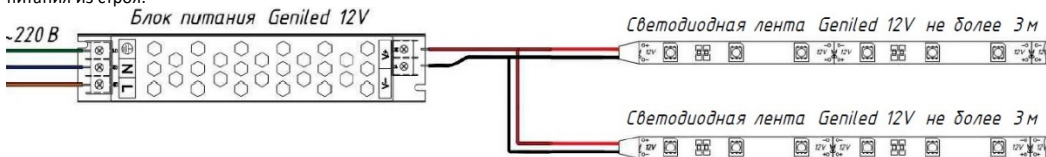
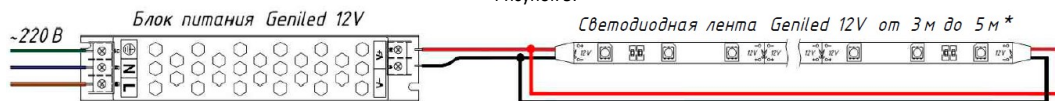

Рисунок 5.
Рисунок 6.
4.6. Если требуется подключить более 3 метров ленты, то необходимо выполнить параллельное подключение дополнительной ленты к блоку питания (см. рисунок 5). Либо подключите ленту с двух сторон к блоку питания («кольцевание») (см. Рисунок 6). Внимание! Запрещается подключать одну ленту к разным блокам питания одновременно: это может привести к выходу блока питания из строя.